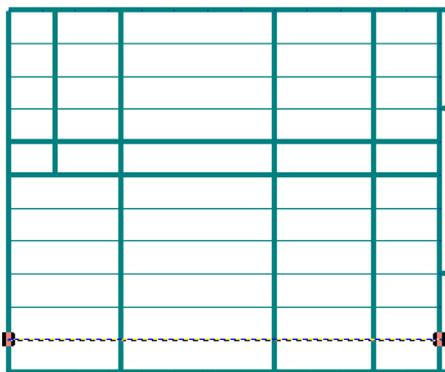

Рис. 4-6. Создание массива элементов
2) Нарисуйте горизонтальную линию с координатами начала (0, 5) и конца (65,5). На рис. 4-6 созданная линия выделена цветом и концевыми маркерами.
4) Щелкните по созданной линии левой кнопкой. Она при этом выделится, как показано на рис. 4-6.
7) Нажмите кнопку ОК для завершения команды. Должен появиться столбец из тонких линий, как показано на рис. 4-6.